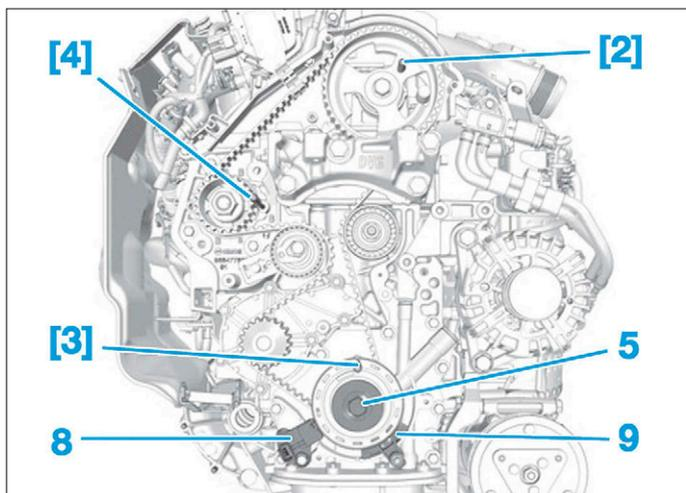

FIG. 8
- le capteur régime moteur (8) (Fig.8),
- l'équerre antidécalage (9).